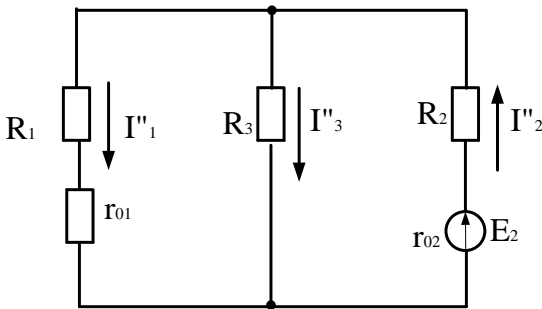

Рис.3
8. Предположим теперь, что в цепи действует только E_2 (**рисунок3**). Укажем на этой схеме направление частичных токов, создаваемых источником E_2 (токи обозначим с двумя штрихами $I''_1; I''_2; I''_3$). Источник E_1 заменяем его внутренним сопротивлением r_{01}